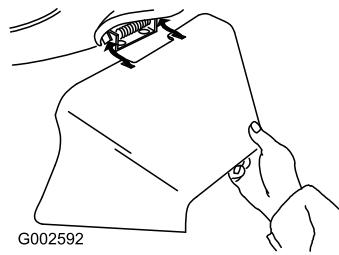

Figura 27
- Instale el conducto de descarga lateral y cierre la puerta sobre el conducto (Figura 27).